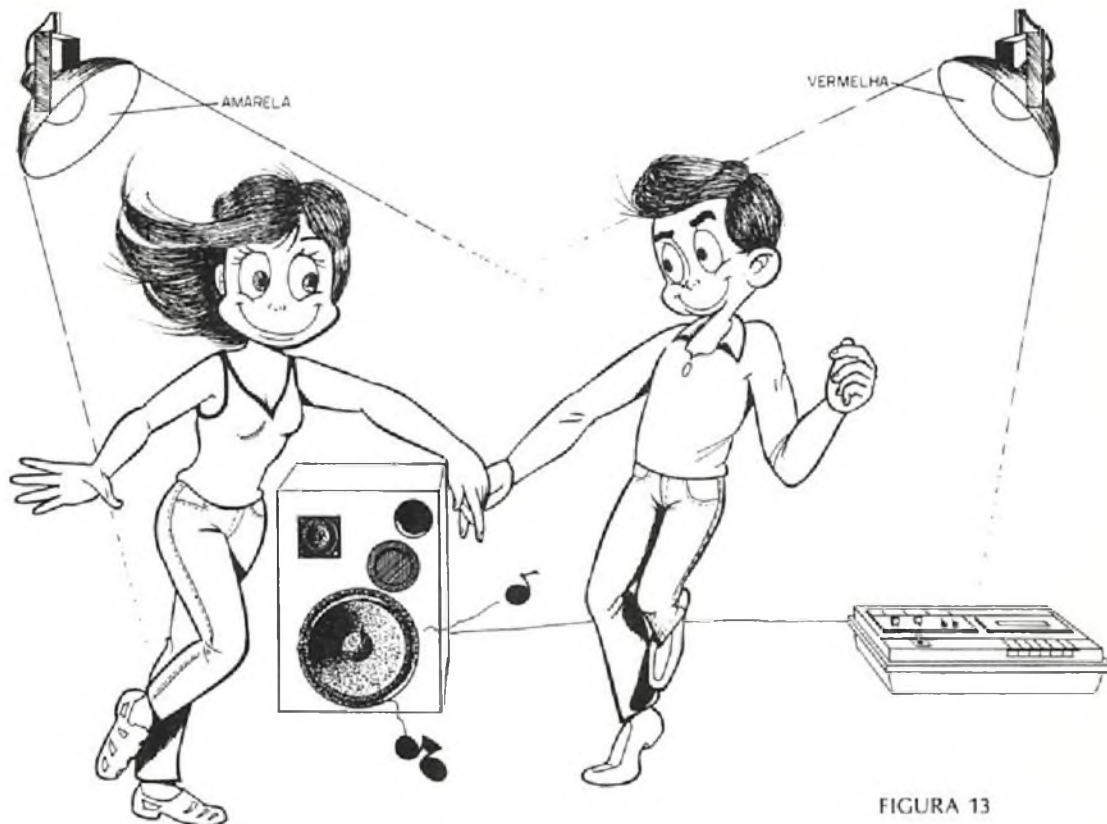

FIGURA 13
c) Finalmente, na figura 13 Temos a colocação das lâmpadas num ambiente de baile ou festa, para iluminação estroboscópica de duas cores com lâmpadas de 40 ou 60W ou ainda "spots". Veja que neste caso a potência total dos spots não pode superar a capacidade do aparelho. Para spots de 150W, pode-se ligar dois em cada tomada como máximo permitido na rede de 110V.